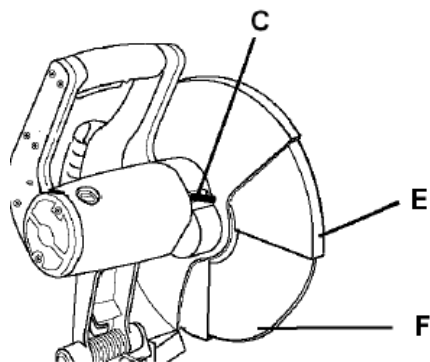

Fig. 6
Нажмите на рычаг фиксатора оси (C) (Рис.6) и поверните круг, пока не зацепится рычаг фиксатора оси, фиксируя круг в нужном положении.